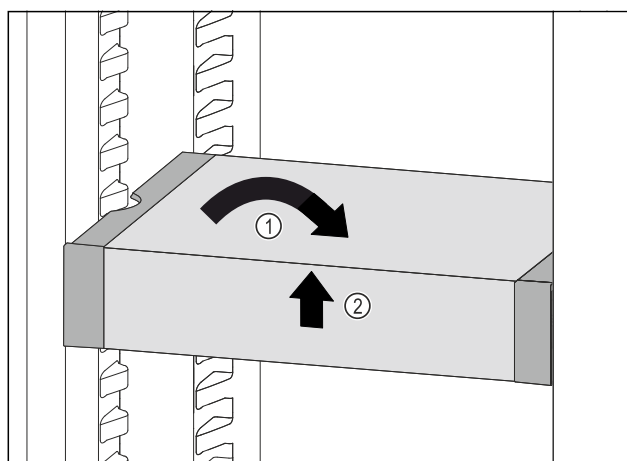

Fig. 198
- Collocare VarioSafe in maniera dritta. Fig. 198 (1)
- Sollevare VarioSafe dal lato anteriore. Fig. 198 (2)